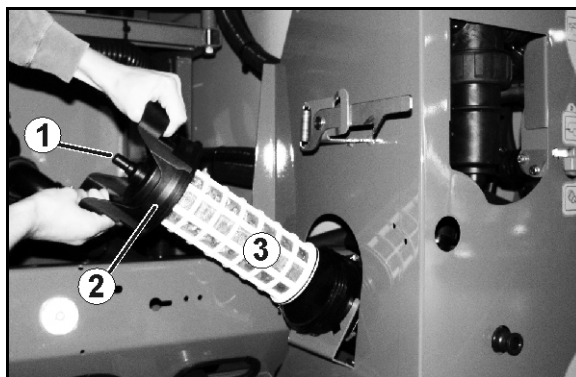

Fig. 125
Reinigen Sie den Saugfilter (Fig. 125) täglich nach dem Reinigen der Feldspritze.
1. Deckel des Saugfilters lösen (Fig. 125/2).
2. Deckel mit Saugfilter (Fig. 125/3) abnehmen und mit Wasser reinigen.
5. Deckel des Saugfilters lösen (Fig. 125/2).
6. Entlastungsventil am Saugfilter betätigen (Fig. 125/1).
7. Deckel mit Saugfilter (Fig. 125/3) abnehmen und mit Wasser reinigen.